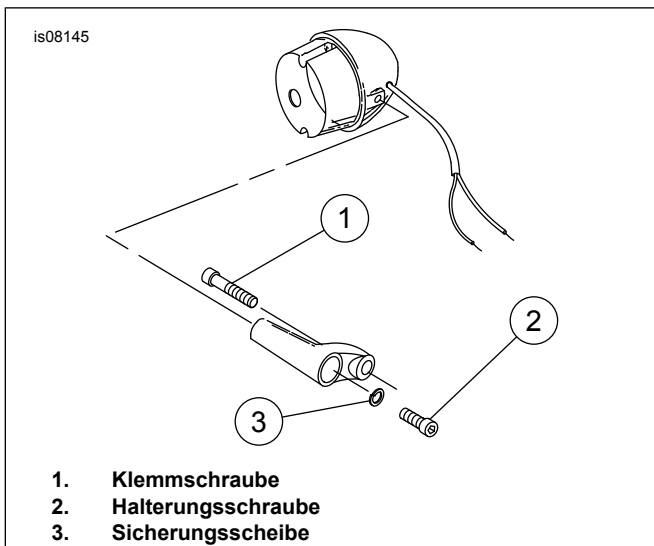

Abbildung 1. Blinker, obere Gabelbefestigung
- a. Siehe Abbildung 1. Die Tauchrohr-Klemmschraube, mit der die rechte Blinkerbaugruppe an der oberen Gabel befestigt ist, entfernen. Die Schraube entsorgen.